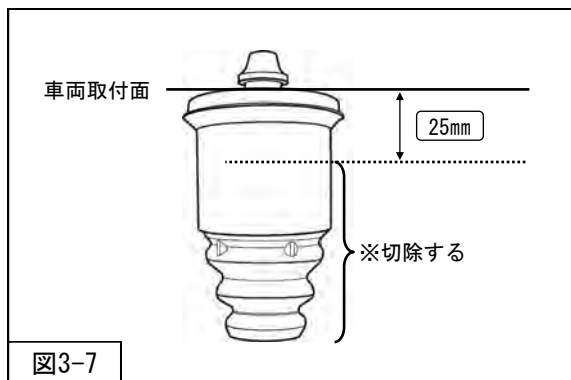

図3-7
※バンブラバーは図3-7の通り、抜止め形状になっている為、
- (1) 車両取付面から25mmの位置で④バンブラバー(純正部品)を切除してください。(図3-7)